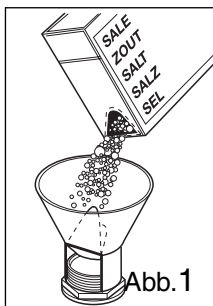

Abb.1
4. Mitgelieferten Trichter auf die Öffnung des Vorratsbehälters stecken. Spezijsalz in Vorratsbehälter einfüllen, Fassungsvermögen je nach Körnung ca. 1,0-1,5 kg. (Abb.1).